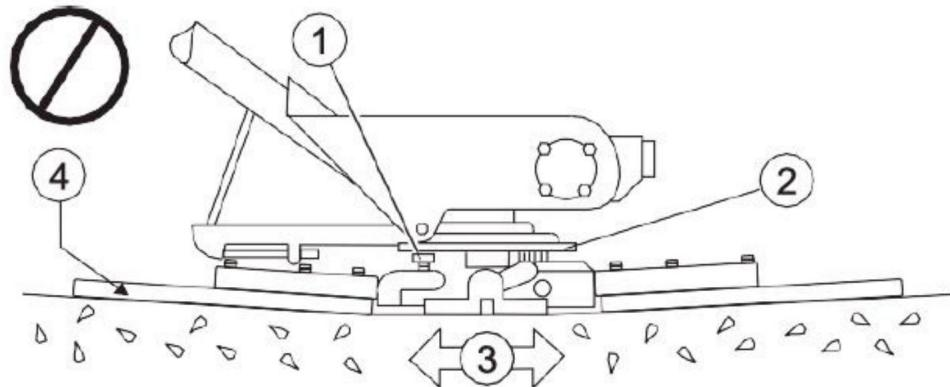

FIG.17
13.2.2 Incline las palas lo más planas posible. Todos los pernos de ajuste deben apenas haga contacto con la placa de desgaste inferior de la caja de araña. si uno es Si no hace contacto, será necesario realizar ajustes. (FIG.17, FIG.4).
La FIG.17 ilustra "alineación incorrecta", casquillos de araña desgastados o doblados.